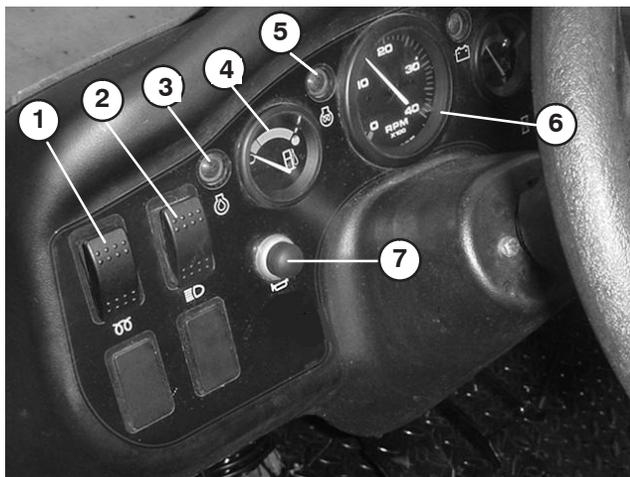

Bild 24
Vorwärmen der Motorzylinder vor dem Anlassen eines kalten Motors. Wenn der Motor kalt ist, schieben Sie den Kippschalter nach oben und lassen Sie ihn in dieser Stellung. Achten Sie auf die Lampe (Bild 24). Die Lampe leuchtet rot auf, wenn die Glühkerzen aktiviert sind. Die für das Vorheizen der Zylinder benötigte Zeit sollte aus den Umgebungstemperaturen ermittelt werden. Siehe Anlassen bzw. Abstellen des Motors.
Kippen Sie diesen Schalter (Bild 24), um die Beleuchtung einzuschalten. Drücken Sie den Schalter rein, um die Scheinwerfer einzuschalten.
Die Lampe leuchtet auf (Bild 24), wenn der Motoröldruck bei laufendem Motor unter ein sicheres Niveau abfällt. Wenn die Lampe an- und ausgeht oder immer aufleuchtet, halten Sie das Fahrzeug an, stellen Sie den Motor ab und prüfen Sie den Ölstand. Wenn der Ölstand niedrig war, die Lampe nach dem Auffüllen von Öl jedoch beim Starten des Motors nicht ausgeht, stellen Sie den Motor sofort ab und wenden Sie sich an den lokalen TORO Fachhändler.
Zeigt die Kraftstoffmenge im Tank an. Funktioniert nur bei eingeschaltetem Zündschloss (Bild 24).
Ein Drücken aktiviert die Hupe (Bild 24).
Gibt die Motordrehzahl an (Bild 24).
5. Schieben Sie bei Temperaturen unter 15 °C den Glühkerzenschalter nach oben (Bild 24) und halten Sie den Schalter in dieser Stellung.